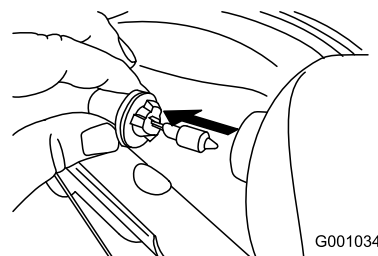

Figura 59
3. Togliete la lampadina dal retro del faro (Figura 59).